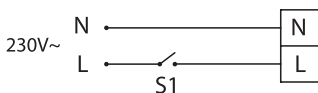

Fig. 3
4. Når du tilslutter ventilatoren, skal du sørge for korrekt polaritet og tilslutte faselederen til klæmkassens – L og nullelederen til klæmkassens – N (fig. 3).